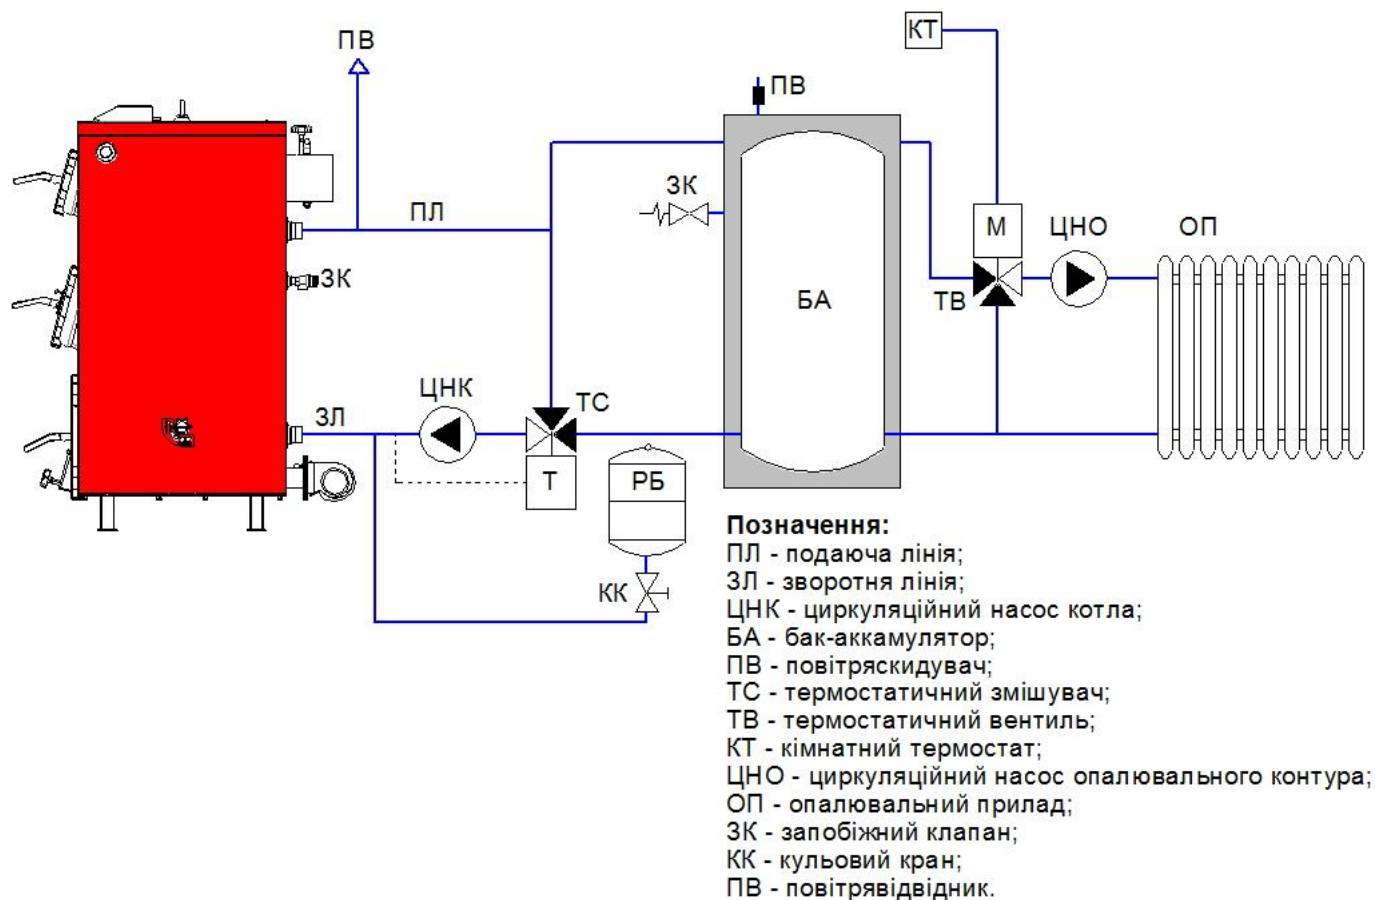
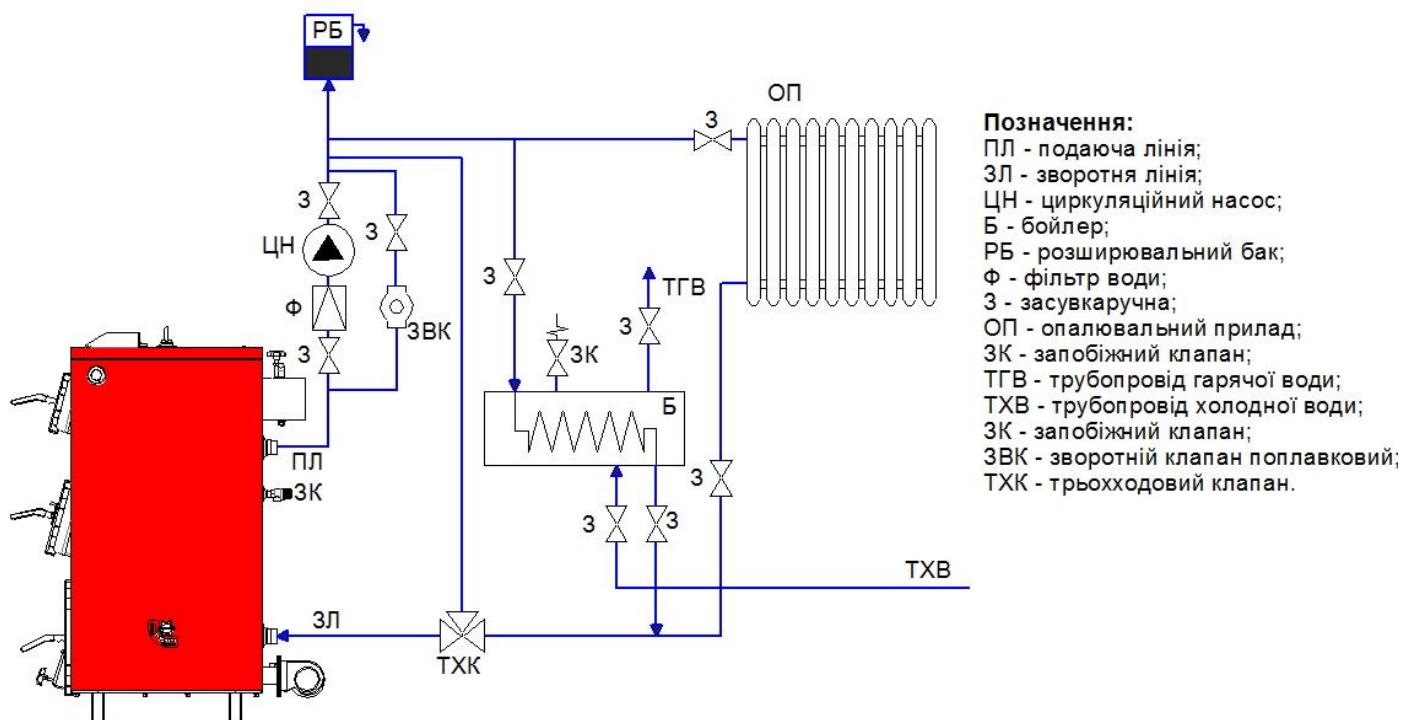

Рис.5 Схема обв'язки котла з баком акумулятором (рекомендована)
Рис.6 Схема обв'язки котла з бойлером (рекомендована)
- в котлах моделі «Ретра-5М PLUS» за допомогою електронного блока керування (контролера) (див. Рис.5).
6.3.4.4 Типові схеми обв'язки котла наведені на Рис.5, Рис.6